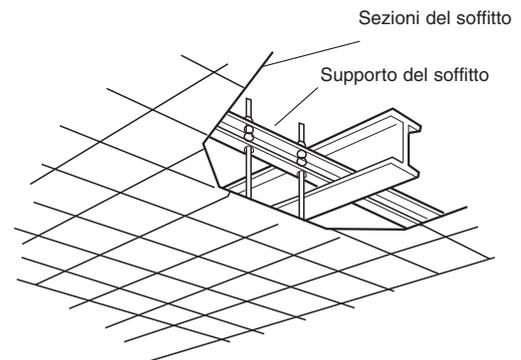

Fig. 3-59
- Usare la struttura di supporto del soffitto esistente o costruire un supporto adeguato come illustrato nella fig. 3-59.